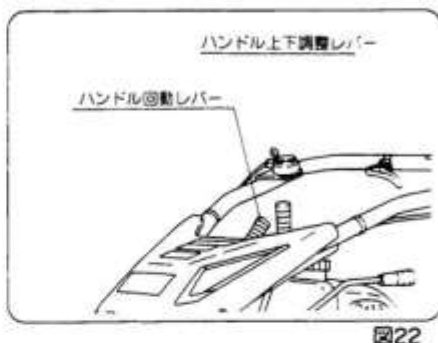

図22
- ① ハンドル左右の調整は、ハンドル回転レバーを下方方向に押して（ハンドルを少し持ち上げると楽に動く）左右方向に移動してください。（図22）
- ② ハンドル上下調節レバーを握りますとハンドルの高さを作業及び身長に合った位置でご利用ください。